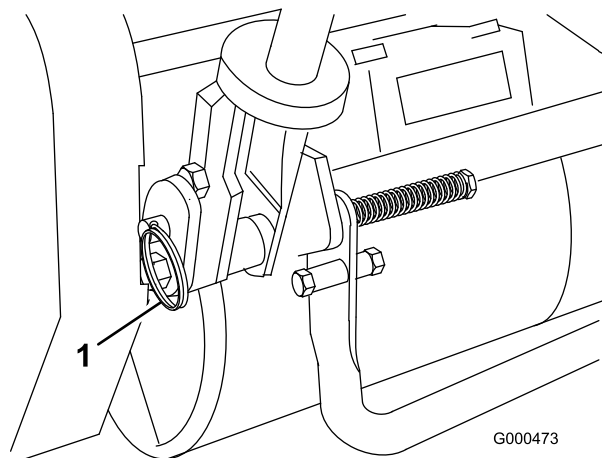

Figura 8
1. Retire o pino manilha do gancho de anel em cada lado do cortador (Figura 8).
2. Enquanto segurar no manipulador, retire o gancho de anel de cada lado e suba ou desça o manipulador até o colocar na posição desejada para a sua utilização (Figura 8).